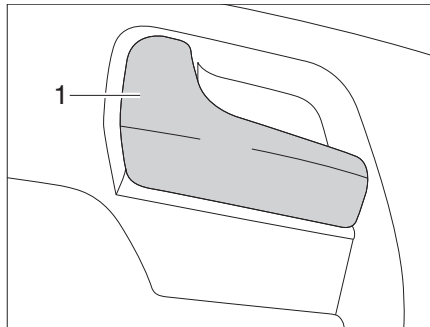

Bild 44 Dörrlås förardörr, insida
- Drag i handtaget (Bild 44,1). Dörrlåset låses upp.